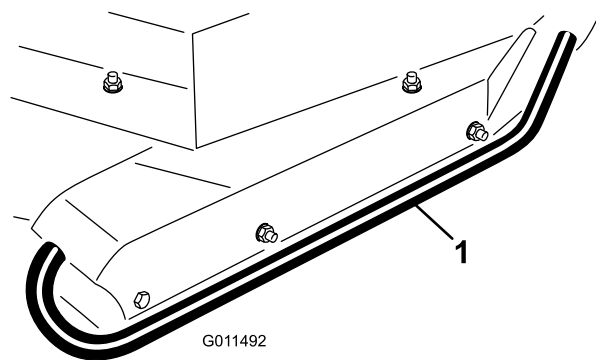

**Figura 25**
5. Gire la varilla tensora para elevar o bajar el brazo de pivote hasta que los taladros estén alineados con los taladros seleccionados del soporte de ajuste de la altura de corte en el bastidor de la unidad de corte (Figura 24 y Figura 25).